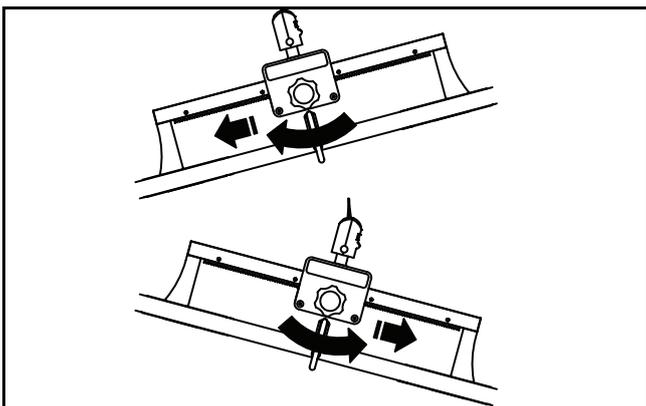

Fig. 10
- 4) Affinché la barra per barelle sia sospesa orizzontalmente, ruotare una delle due manopole per spostare la staffa di supporto verso l'estremità più pesante (che punta verso il basso) della barra per barelle (vedere Fig. 10).